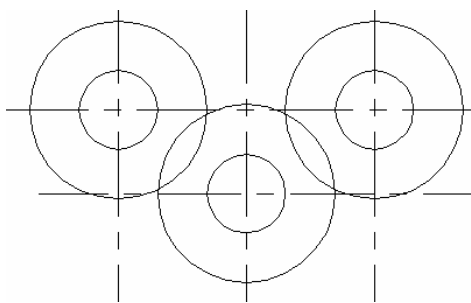

图 4-41
(4) 将轮廓图层设为当前层，单击【绘图】工具栏上的按钮，利用捕捉工具绘制三个半径为 15 的圆，再绘制三个半径为 34 的圆。一个小圆与它相对的大圆同圆心。如图 4-41 所示。